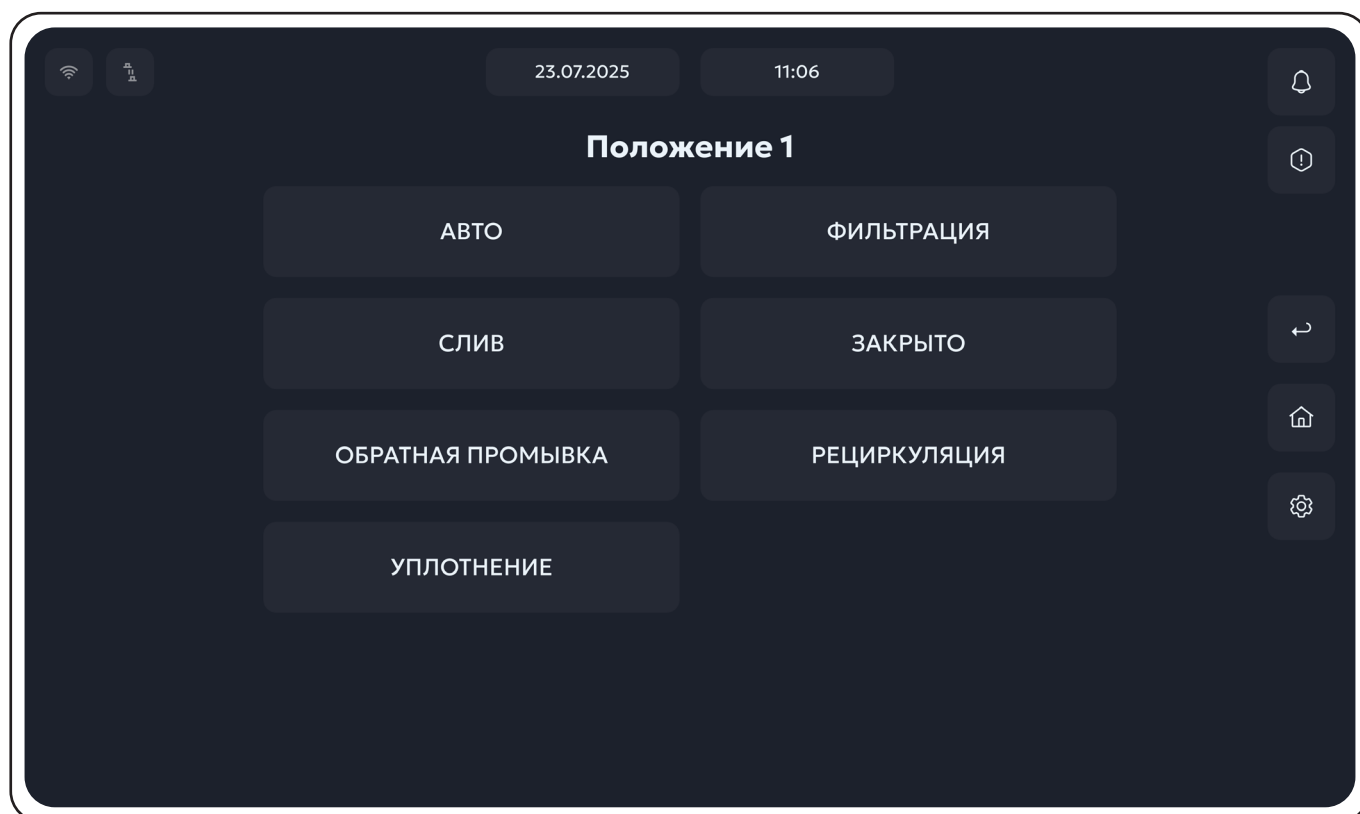

Рисунок 53. Меню смены положения шестипозиционного клапана.
1. В интересующем пункте **Положение 1** или **Положение 2** (например, **Положение 1**) нажать кнопку "**Редактировать**", откроется меню смены положения (рис.53);